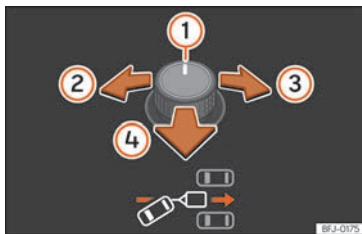
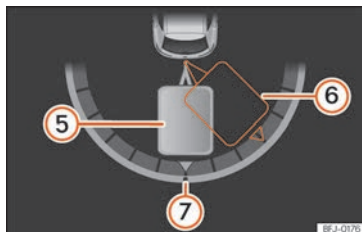

Abb. 213 Drehknopf für die Außenspiegel: Ausrichtung des Anhängers einstellen.
Abb. 214 Bildschirm des Kombi-Instruments: Rückwärtsfahren.
Legende zu **Abb. 213**, » **Abb. 214**:
• Schalter kippen, bis die gewünschte Richtung erreicht ist » **Abb. 213**. Im Display des Kombi-Instruments erscheint zur Orientierung eine Darstellung des Gespanns in der aktuellen Position » **Abb. 214**.